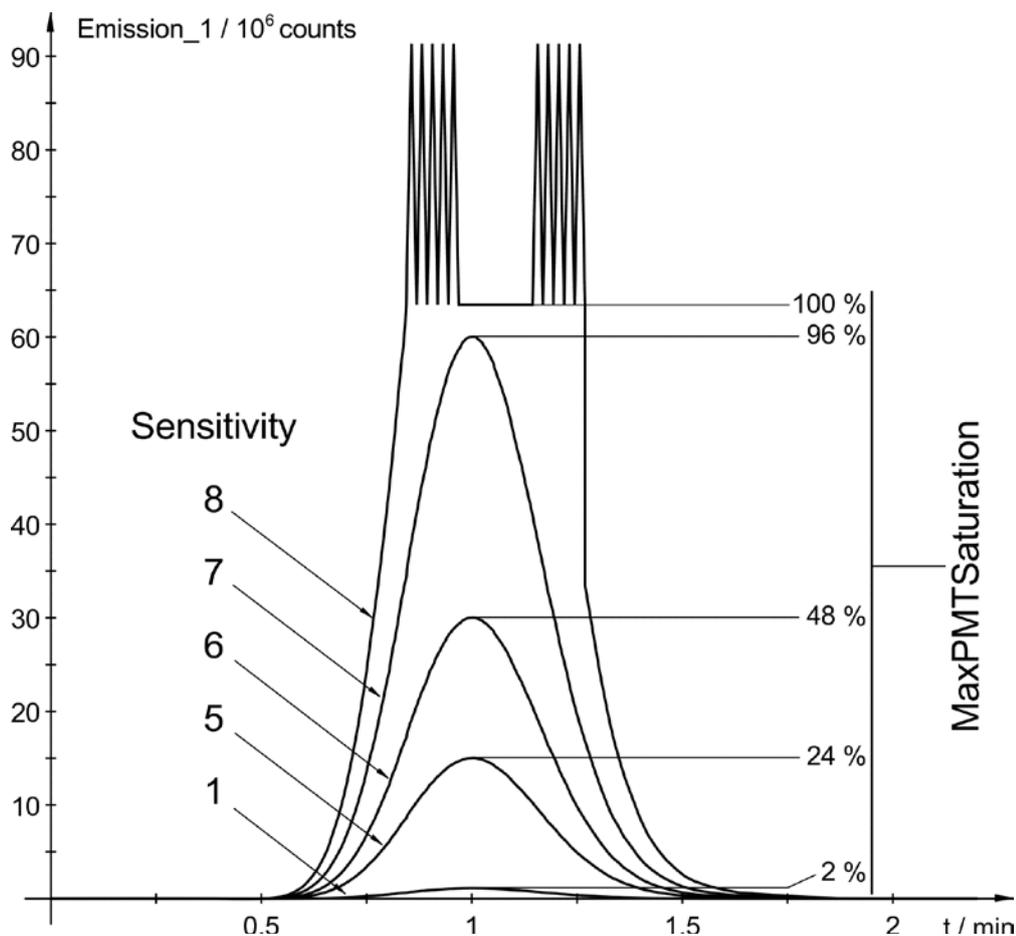

Abb. 35: Auswirkung der Sensitivity
Die Intensität des Emissionslichts nach dem Emissions-Monochromator wird mit einem oder optional zwei PMTs gemessen. Die Empfindlichkeit des PMT kann über den Parameter **Sensitivity** in 8 Stufen (1 bis 8) eingestellt werden. Mit jeder Stufe der Sensitivity wird die Empfindlichkeit der PMTs in etwa um den Faktor 2 größer. Hat ein Peak mit Sensitivity = 5 zum Beispiel eine Höhe von 15 Millionen Counts, dann vergrößert sich die Peakhöhe auf ca. 30 Millionen Counts, wenn mit Sensitivity = 6 gemessen wird (→ Abb. 35).
- Wird die Sensitivity *zu klein* gewählt, kann aufgrund der zu geringen Peakhöhe kein optimales Signal-Rausch-Verhältnis mehr erreicht werden (→ Abb. 35, Sensitivity = 1)
- Wird die Sensitivity *zu groß* gewählt, dann geht das Signal des PMT in die Sättigung. Der Detektor schaltet in diesem Fall die Sensitivity automatisch zurück. Im Chromatogramm erscheinen zu Beginn und Ende des übersteuerten Bereichs Linien, die das Umschalten markieren (→ Abb. 35, Sensitivity = 8). Ist der Detektor nicht mehr übersteuert, wird die Sensitivity-Einstellung vor der Sättigung wiederhergestellt.
Beim FLD-3x00(RS) wird die vom PMT gemessene Intensität des Emissionslichts auf die (von der Referenzdiode gemessene) Bestrahlungsintensität der Probe normiert. Deshalb können die vom Emissionskanal angezeigten Werte (Counts) *nicht* direkt für die Optimierung der Sensitivity verwendet werden. In Abb. 35 erreicht der PMT bei 63 Millionen (normierten) Counts die Sättigung. Unter anderen Messbedingungen kann die Sättigung aber auch erst bei einem Wert von z.B. 100 Millionen Counts eintreten.
Verwenden Sie daher zur Optimierung der Sensitivity den Parameter **MaxPMTSaturation** (→ Abb. 35 rechts). Dieser speichert kontinuierlich die größte am PMT aufgetretene Aussteuerung in Prozent vom Sättigungswert. Ein Programm-Beispiel hierzu finden Sie in der Hilfe zu Chromeleon.